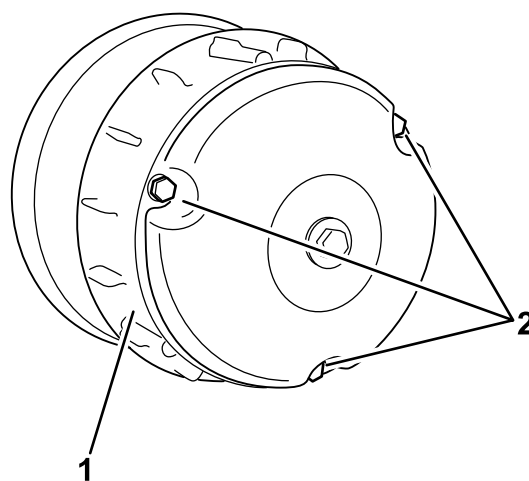

Figura 59
- Instale la tapa del embrague, fijándola con los 3 pernos (Figura 59) que retiró en 2.
- Retire los 3 pernos que sujetan la cubierta al embrague, y retire la cubierta (Figura 59).